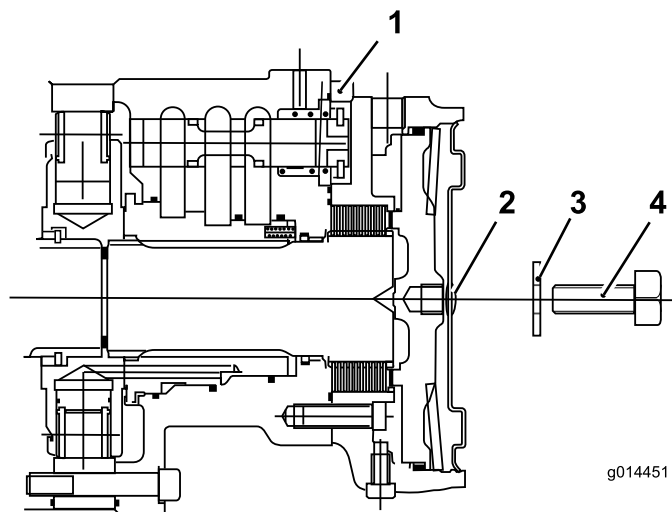

Figura 39
- C. Monte el tapón hexagonal en la placa de extremo del motor (Figura 39).